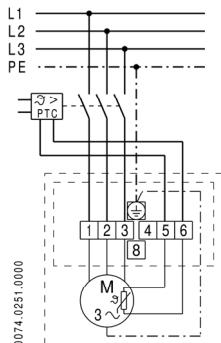

Fig.2: Schemă de conectare racordare
Din construcție, ventilatorul este astfel conectat, încât la racordarea rețelei conform schemei de montaj de conectare (fig.2) să realizeze un randament de dislocare maxim posibil. În execuția standard rezultă astfel direcțiile de rotație și dislocare conform tab.2.
• Directia de dislocare poate fi inversată. În acest scop, spre deosebire de situația din fig.2, conductă de rețea L2 trebuie conectată la cлемă 1, iar L1 la cлемă 2 (inversarea conductelor exterioare). Țineți cont de faptul că în acest fel